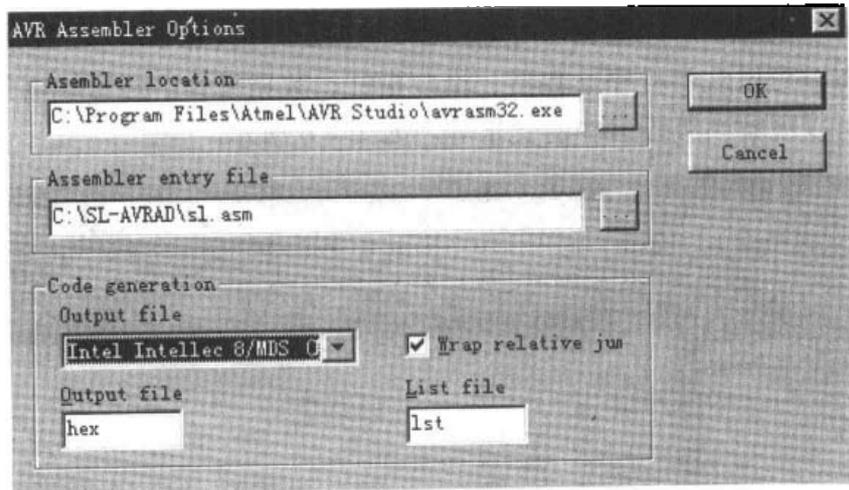

图 4.4 项目编译设定
(1) 选择 Project 菜单；
(2) 选择 Project Settings 命令，出现 AVR Assembler Options 窗口；
(3) 选择 Output file 中的 Intel Intellec8/MDS... 生成 Intel hex 格式文件；
(4) 单击 OK 按钮完成项目设定，如图 4.4 所示。